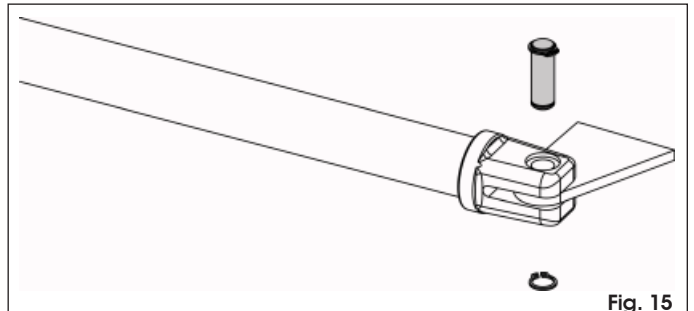

Fig. 15
- Monte la brida anterior utilizando el correspondiente perno y los anillos elásticos suministrados en dotación (Fig. 15).